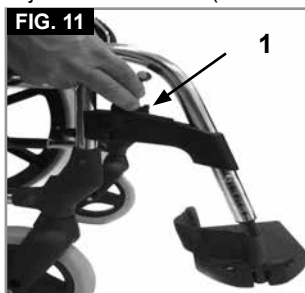

FIG. 11
El reposapiés puede girarse y plegarse hacia el interior, o hacia fuera. Al instalar el reposapiés, las plataformas deben apuntar hacia dentro o fuera. Luego debe girar el reposapiés hacia el medio hasta que se trabe en posición. Para extraerlo, tire de la palanca (1), gire la plataforma hacia dentro o hacia fuera y, a continuación, levante y retire el reposapiés. Asegúrese de que el reposapiés esté bien trabado en posición (Fig. 11).